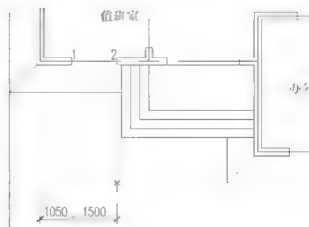

图 3.40 用【连续】标注命令标注尺寸
① 在指定第二条尺寸界线原点或 [放弃(U)/选择(S)] <选择>: 提示下, 捕捉 B 轴线和窗洞口右侧的交点(2 处), 但不单击, 将光标向下慢慢拖动至辅助线上, 出现交点捕捉后(如图 3.40 所示)单击。